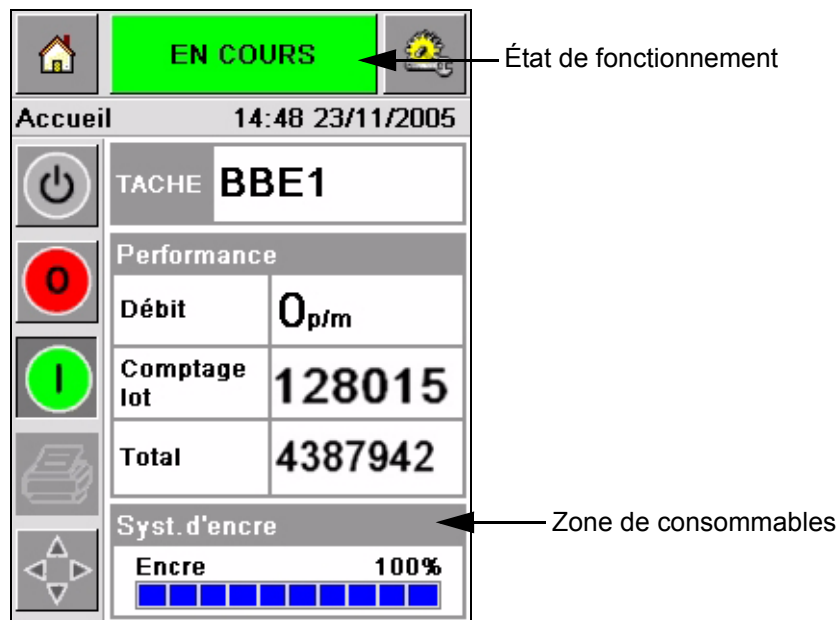
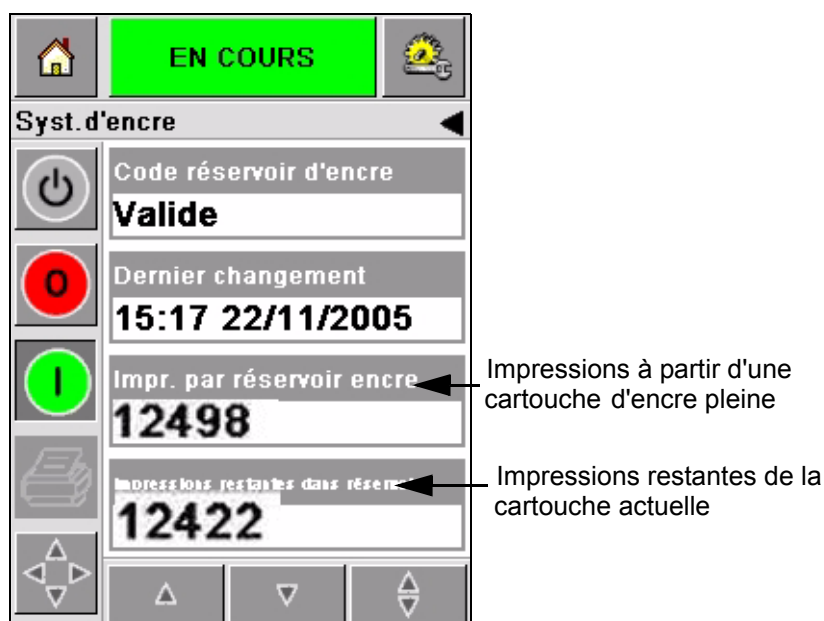

Figure 4-14 : Zone de consommables- fonctionnement
Figure 4-15 : Nombre d'impressions
- 1 Touchez la zone des *consommables* sur *lapage d'accueil* lorsque l'imprimante est en état de *fonctionnement* (Figure 4-14). L'écran des *consommables* indiquant le nombre d'impressions (Figure 4-15 à la page 4-13) s'affiche.